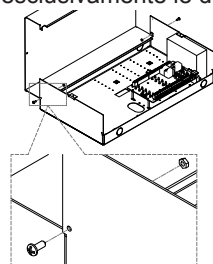

Fig. 4
1. Apertura con cerniera a sinistra (impostazione di default): apertura classica “a libro”, che si ottiene svitando le due viti frontali di blocco dello sportello (fig.4).